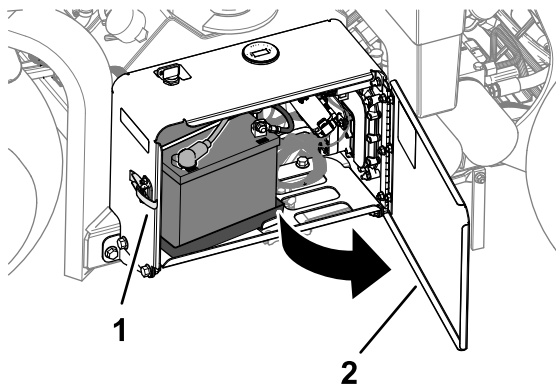

Figura 159
1. Sbloccate lo sportello del vano batteria e apritelo (Figura 159).